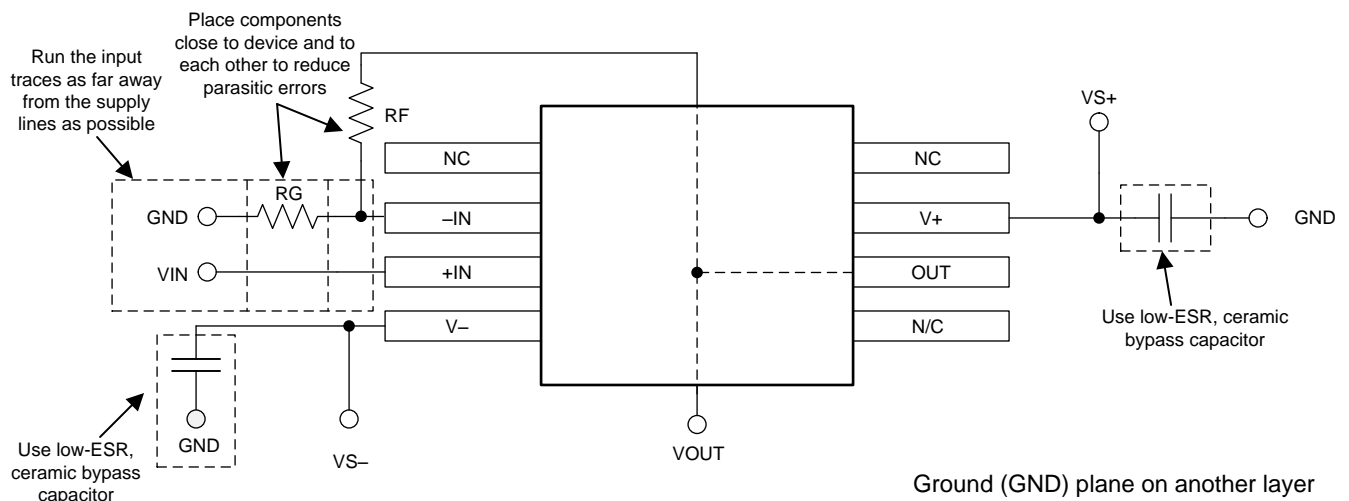

Figure 32. 布局示例
- 外部组件的位置应尽量靠近器件。如图 32 所示，使 RF 和 RG 接近反相输入可最大限度地减小寄生电容。